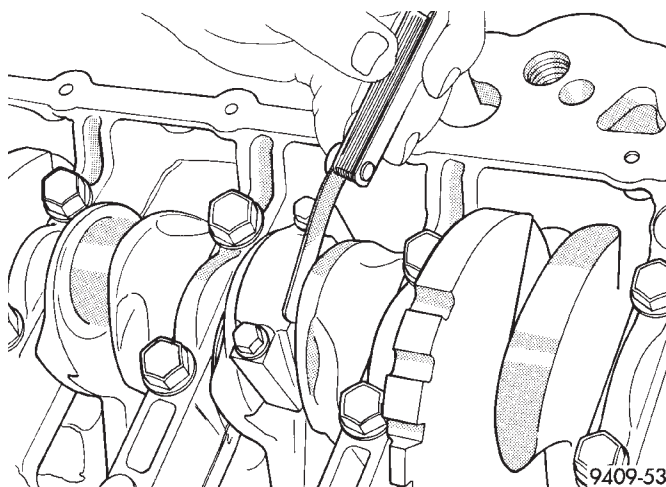

Fig. 8 Holgura lateral de las bielas
(2) Antes de instalar los pernos **NUEVOS**, deben engrasarse las roscas con aceite limpio de motor.
(3) Instale cada perno apretándolo con la mano en forma alternada, para ensamblar adecuadamente la tapa.
(4) Apriete los pernos con una torsión de 27 N·m MAS 1/4 de vuelta (20 lbs. pie MAS 1/4 de vuelta) **No utilice una llave de tensión para el último paso.**
(5) Con un calibrador de espesor, verifique la holgura lateral de la biela (Fig. 8). Para informarse